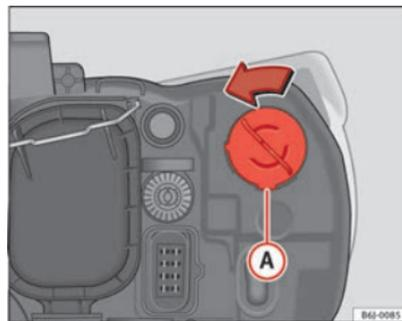

Fig. 153 Luz intermitente
- Gire el portalámparas ⇒ fig. 153 A a la izquierda y tirar.